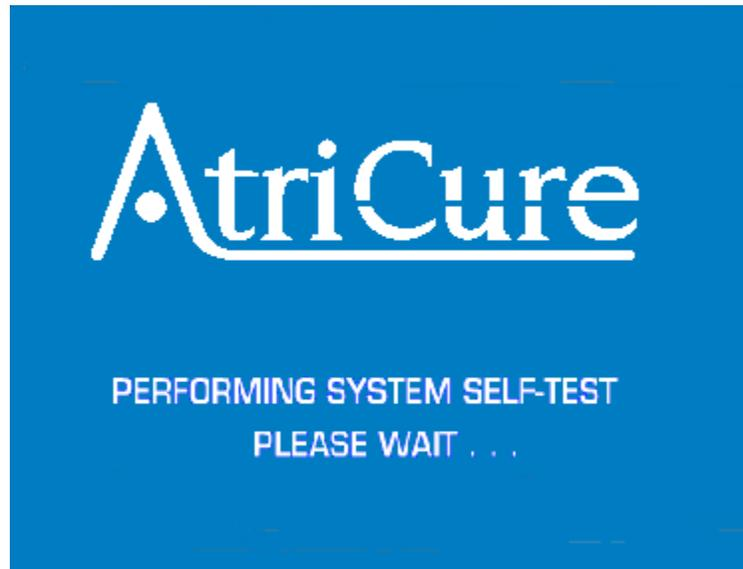

Figure 5 – Affichage de l'indication d'AUTO-TEST
2. Mettez l'appareil sous tension à l'aide de l'interrupteur ON/OFF qui se trouve sur le module d'alimentation du panneau arrière. À sa mise sous tension, le système effectue des tests automatiques. Voir Figure 5. Si tous les tests automatiques réussissent, le système entre en mode VEILLE. En cas d'échec d'un test automatique, le système entre en mode FAULT. Deux bips brefs sont émis au démarrage du test automatique. L'opérateur doit s'assurer que les bips sonores sont émis.